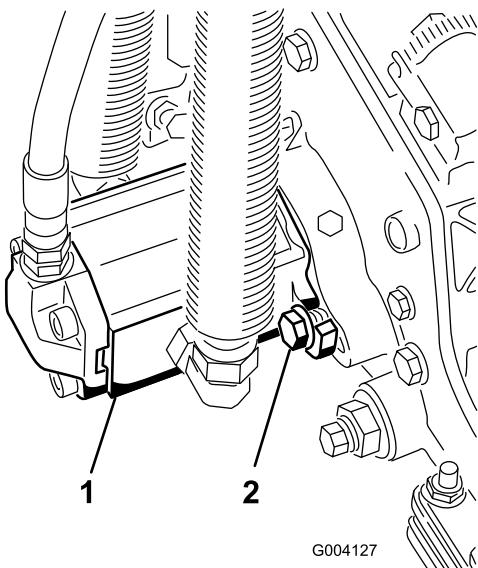

**Figure 14**
7. Fixez la chaîne du bras de relevage au support de chaîne du plateau de coupe (Figure 14) avec la goupille élastique comme suit .